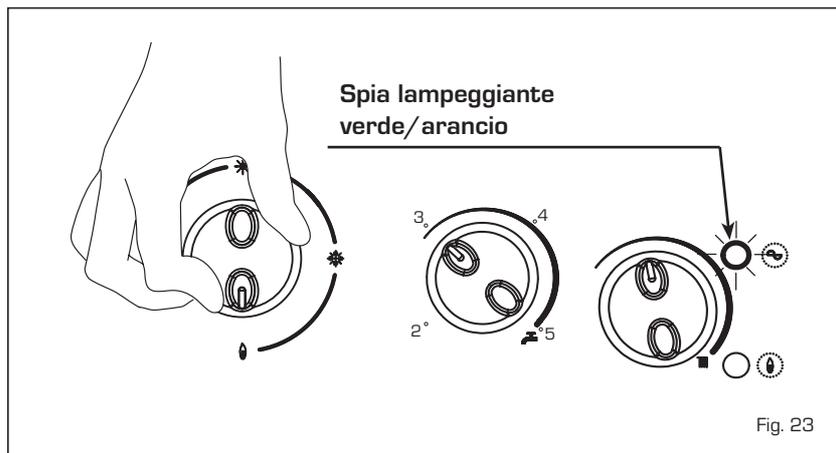

Fig. 23
4.11 FUNZIONE SPAZZACAMINO (fig. 23)